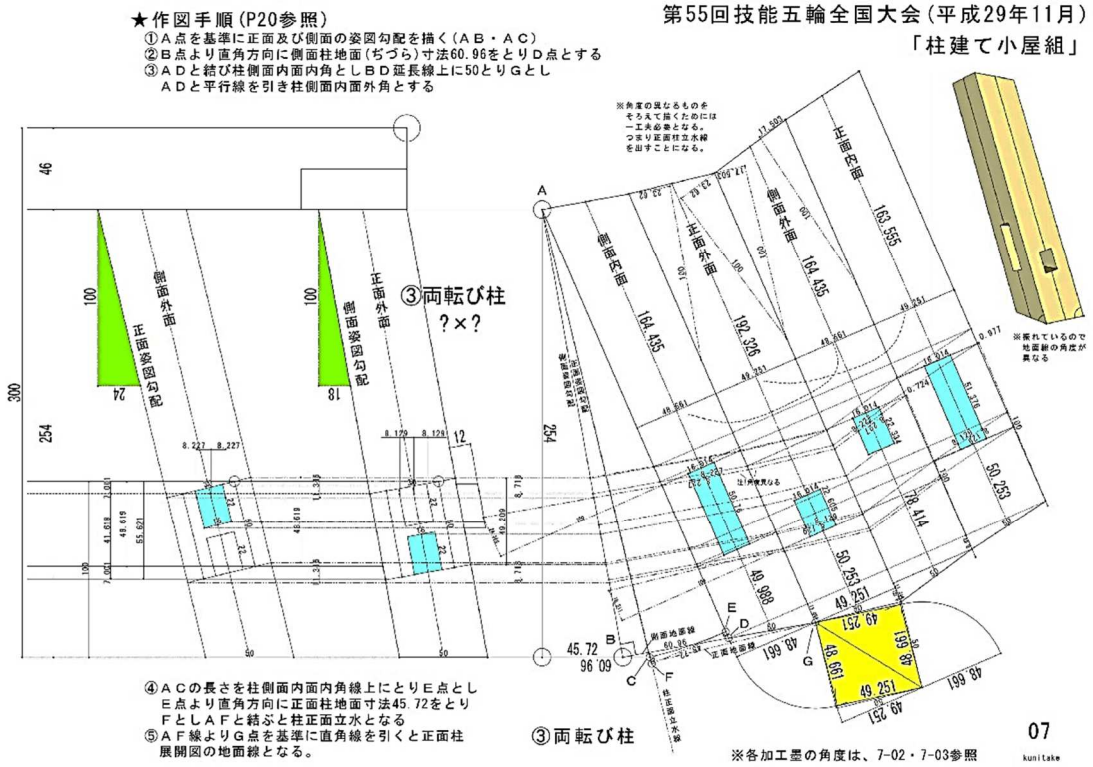

図 2-6-4 ③柱の展開図(4面展開)
②両転び柱や2級技能士の柱の場合正面と側面の転びの勾配が等しいため、水平墨は中勾の返し勾配となる。振れ四方転びの場合は2方向の転びの勾配が異なるため、柱正面における立水の勾配を求め、それに対して垂直線を描けば柱正面における水平墨の角度となる。テキストでは、作図手順を詳しく説明した。(図 2-6-4)